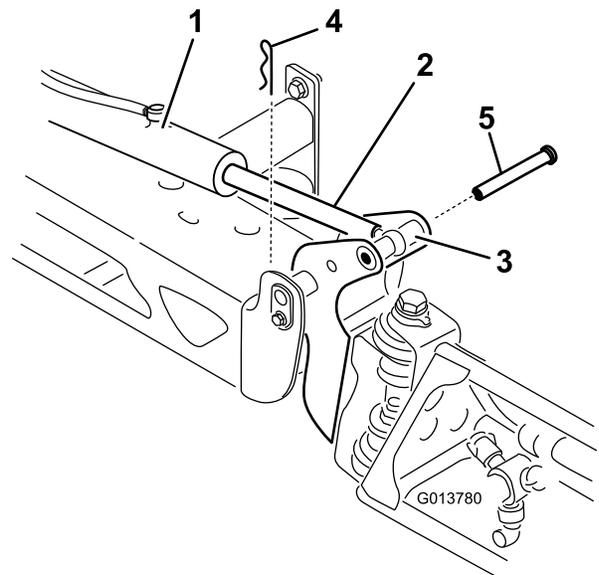

Рисунок 83
2. Извлеките шплинт из оси поворота (Рисунок 83).
3. Поднимите стрелу, извлеките штифт (Рисунок 83) и медленно опустите стрелу на землю.
9. Удерживая стрелу, проденьте штифт сквозь ось поворота стрелы и шток привода (Рисунок 83).